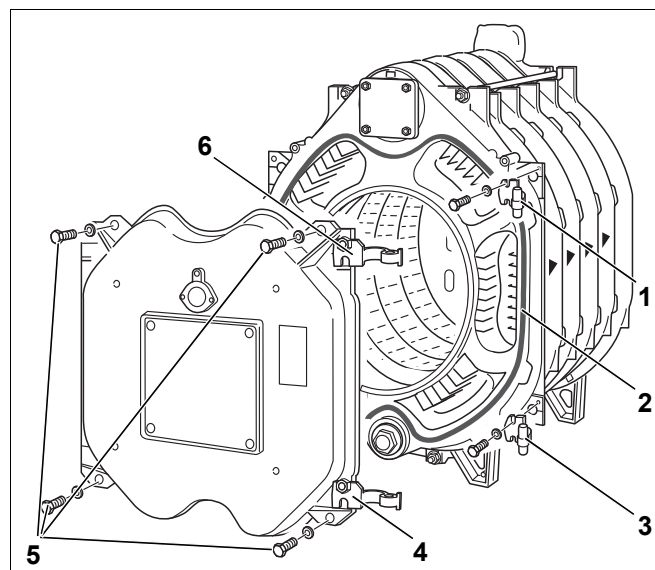

Рис. 26 Навеска дверцы горелки
На заводе обе шарнирные петли дверцы горелки устанавливаются справа (рис. 26, [4] и [6]). Для левой навески дверцы нужно снять петли и установить их с левой стороны.
- ▶ Закрепите шарнирные крюки (рис. 26, [1] и [3]) двумя болтами М 12 х 50 на передней секции. На рис. 26 показана правая навеска дверцы. Для навески дверцы слева закрепите крюки соответствующим образом с левой стороны.
- ▶ Приклейте шнур GP Ø 18 мм на передней секции. При этом место стыка уплотнительного шнура должно быть сбоку (рис. 26, [2]).
- ▶ Закройте дверцу горелки и закрепите её 4 болтами (M16 x 140) (рис. 26, [5]). Затяжку болтов производите равномерно крест-накрест.